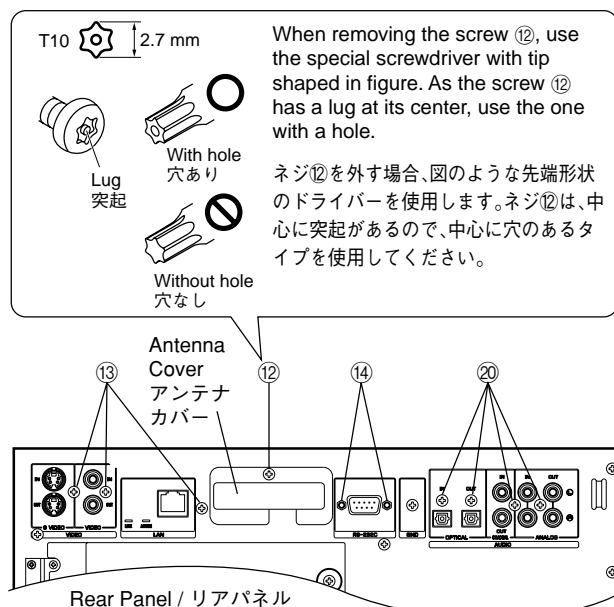

Fig. 14
- f. Remove screw (12) and then remove the Antenna Cover. (Fig. 14)
- h. Remove 3 screws (13) and 2 hexagonal nuts (14). (Fig. 14)
- p. Remove 4 screws (20). (Fig. 14)
- f. 12のネジを外し、アンテナカバーを外します。(Fig. 14)
- h. 13のネジ3本と14の六角ネジ2本を外します。(Fig. 14)
- p. 20のネジ4本を外します。(Fig. 14)